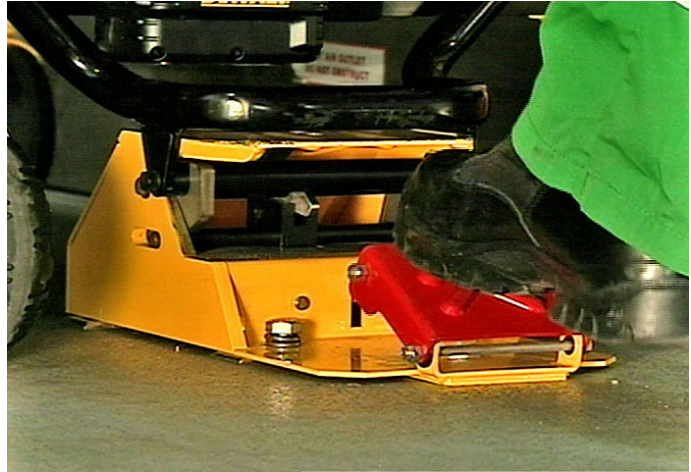

Figura 17 – Premere sul lato piedi
1. Premere a fondo il pedale finché il meccanismo di ancoraggio non si disinnesti (Figura 17).